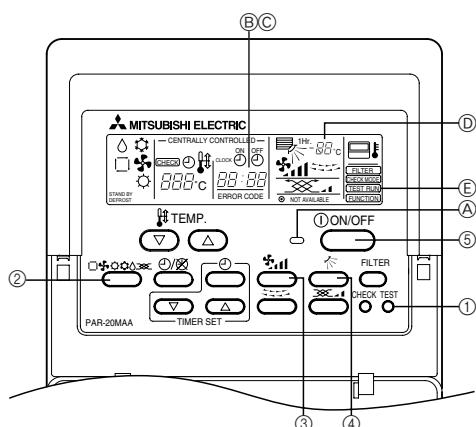

Fig. 6-1
6. Çalışma testi (Fig. 6-1)
| 6. Выполнение испытания (Fig. 6-1) | 81 |